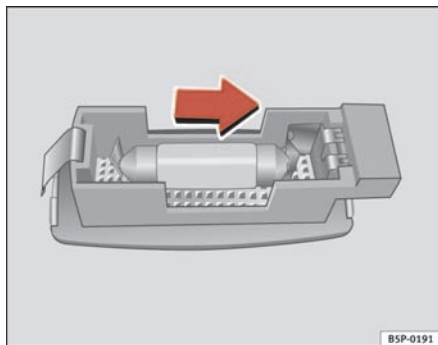

Fig. 193 Desmontaje luz del parabol
- Retire la luz con cuidado, utilizando el destornillador por su parte plana, tal como indica la figura ⇒ fig. 193.
- Retire la lámpara, moviéndola en el sentido de la flecha y hacia afuera ⇒ fig. 193. ■